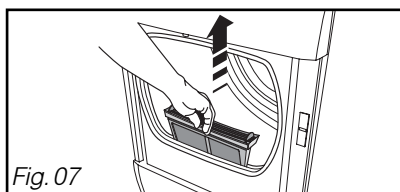

Fig. 07
– Enlevez-le de son logement en tirant de bas en haut (Fig. 07).